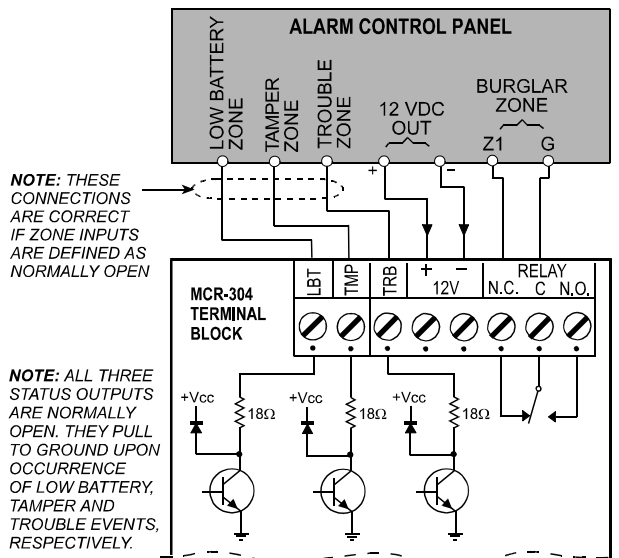

图5. 接线示意图
B. 若你想将各种状态报警分开, 只需将控制主机的各个独立的防区输入与MCR-304的每个状态输出 (TAMP, LBT 和 TRB) 相连即可, 如图5所示。